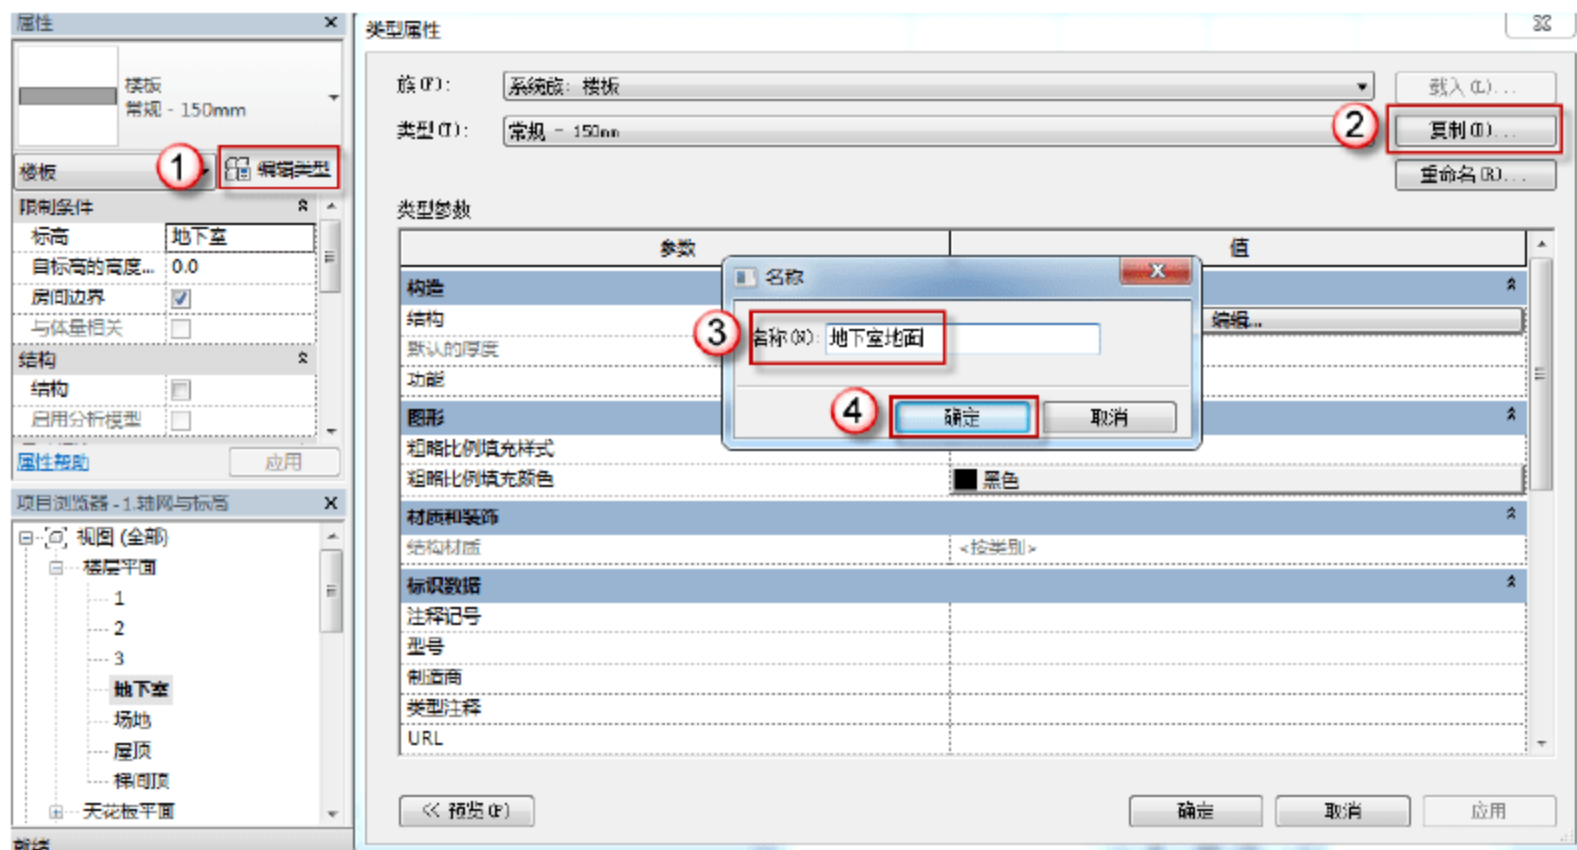

图 9.2.2 复制创建“地下室地面”
(2) 复制创建“地下室地面”。在“属性”面板中，单击“编辑类型”按钮，在弹出的“类型属性”对话框中，单击“复制”按钮，在弹出的“名称”对话框中，将名称改为“地下室地面”，单击“确定”按钮，如图 9.2.2 所示。